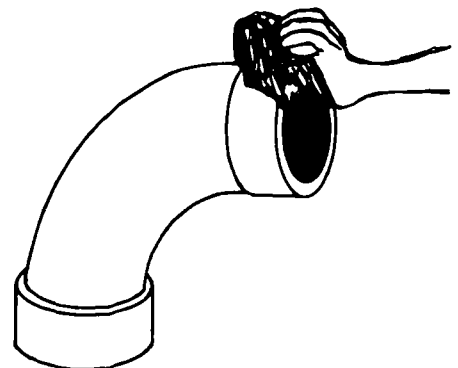

FIG. 5
4.º Passo – Limpe uma das pontas da curva com estopa (fig. 5).